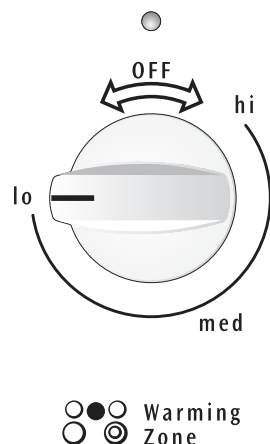

Fig. 3
1. Poussez et tournez le bouton vers la gauche ou la droite (fig. 3). Les températures sont approximatives et sont identifiées par **HI (élevé)**, **MED (moyen)** et **LO (bas)**. Cependant, la commande peut être réglée à n'importe quelle position entre HI et LO pour obtenir différents niveaux de chauffage.